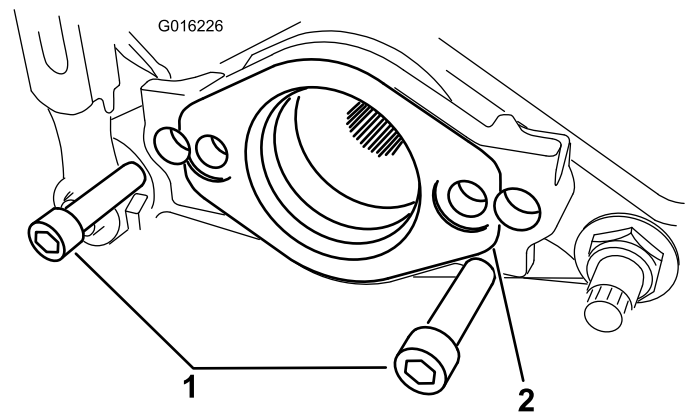

Bild 5
9. Wenn Sie das Kit an einer TriFlex-Maschine montieren, nehmen Sie die zwei Schrauben ab, mit denen die Motorbefestigung an der Schneideinheit befestigt ist. Nehmen Sie die Motorbefestigung ab (Bild 5).